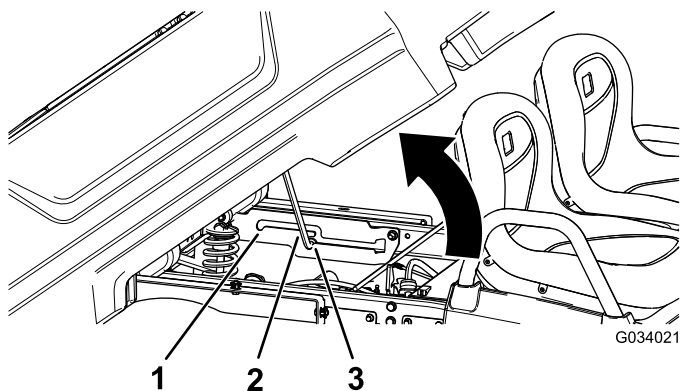

Figura 16
2. Tirate l'asta di supporto nella fessura di arresto della posizione di scarico per ancorare il pianale per lo scarico (Figura 16).
2. Tirate l'asta di supporto nella fessura di arresto della posizione di assistenza per ancorare il pianale per la manutenzione (Figura 16).
2. Estraete l'asta di supporto dalla fessura di arresto (Figura 16).